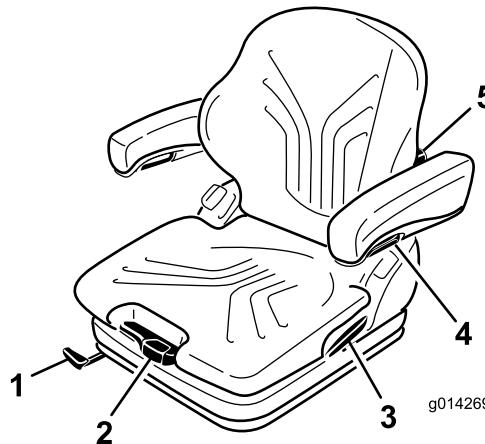

Figura 22
El asiento se ajusta para el peso del conductor tirando o presionando la palanca de ajuste de peso (Figura 22).
1. Para ajustar, levante la palanca para desbloquear el asiento (Figura 22).
Gire el pomo de ajuste hasta arriba para ajustar la curvatura de la parte superior del cojín del respaldo. Gire el pomo hasta abajo para ajustar la curvatura de la parte inferior del cojín del respaldo (Figura 22).
Para ajustar la altura de los reposabrazos, separe el tapón redondo (Figura 22) de la tapa, afloje la tuerca hexagonal (13 mm) situada detrás de la misma; ajuste los reposabrazos a la posición deseada y apriete la tuerca. Vuelva a colocar el tapón en la tuerca.
Para ajustar el ángulo del reposabrazos, gire el pomo de ajuste (Figura 22).
Tire hacia arriba de la palanca de bloqueo para liberar el cierre del respaldo (Figura 22). Mientras suelta el cierre del respaldo, no aplique carga al respaldo haciendo presión sobre el mismo.